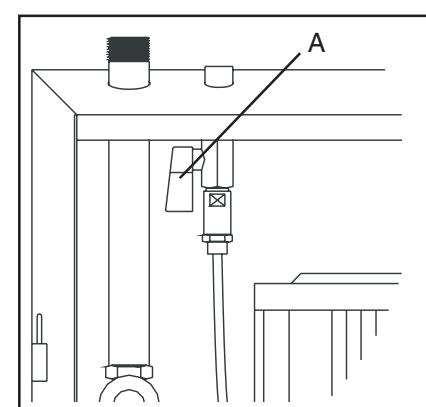

Fig. 17
2. Die Luftzufuhr öffnen, die sich in der Hauptstation befindet (vgl. A, Fig. 17).
- Luftzufuhr sperren (A, Fig. 17).